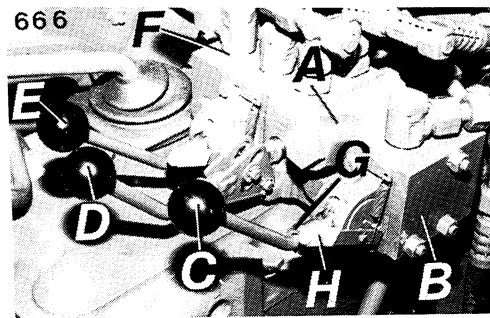

Abb. 4
Erster Hydraulikkreis (Abb. 4): 204 V bzw.
erster Ventilblock (Abb. 4): 203 V / 200 V / 203 P SCHMAL
1. Kreis/Ventilblock (Abb. 4) in vorderer,